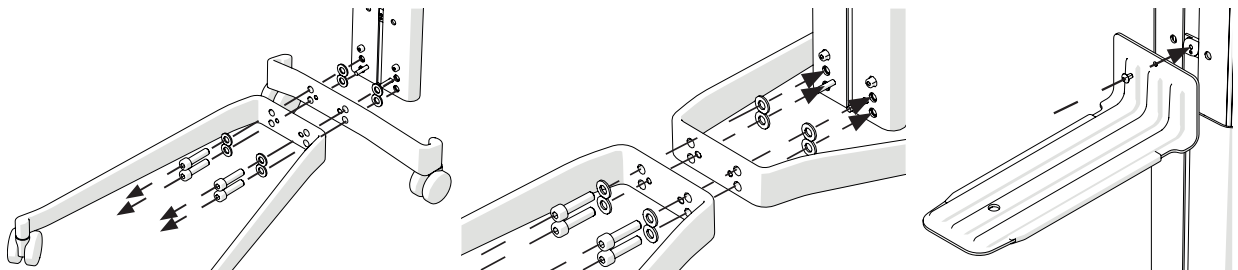

Bild 3 Montageschritte
6. Setzen Sie den langen Fuß (Pos. 1) mit der kurzen Seite auf den bereits vorhandenen langen Fuß, siehe Bild 3.